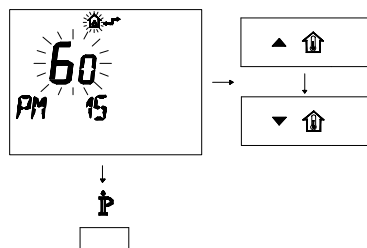

Fig. 5.33
- Modificare il SET programmato agendo sui pulsanti ▲ o ▼ fino a visualizzare un **set di 60**, aspettare che il numero programmato cominci a lampeggiare (Fig. 5.33)